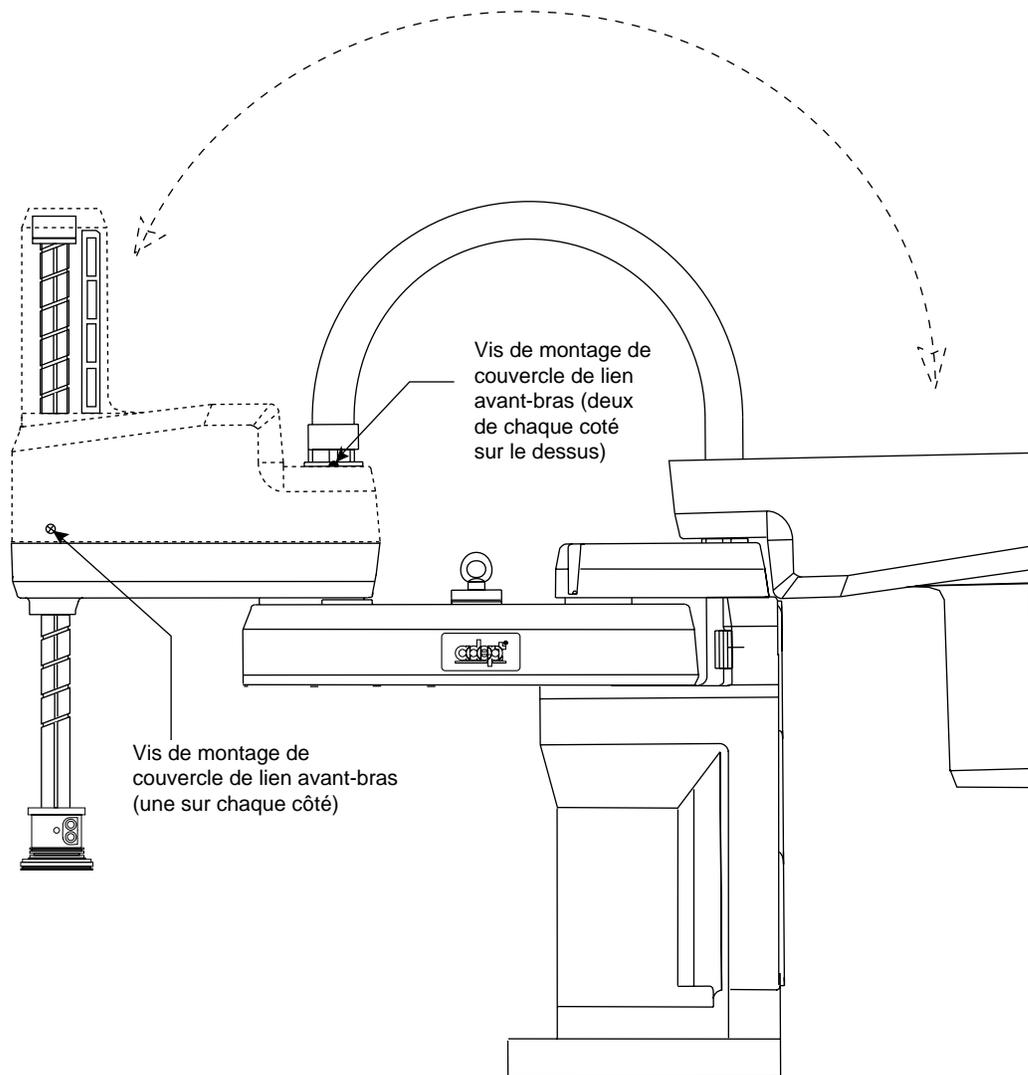

Figure 5-1. Enlèvement du couvercle du lien avant-bras
2. Retirer le couvercle du lien avant-bras en enlevant quatre vis (à l'aide d'un tournevis Phillips) situées sur le dessus et sur les côtés du couvercle. Soulever soigneusement le couvercle (voir Figure 5-1).